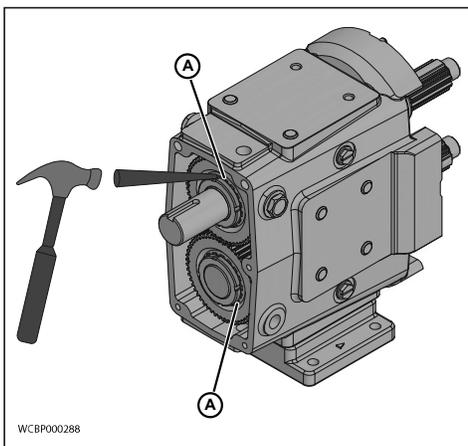

Ilustración 69 - Ajustar la lengüeta de bloqueo en
6. Ajuste la lengüeta en las arandelas de bloqueo (Ilustración 69, elemento A).